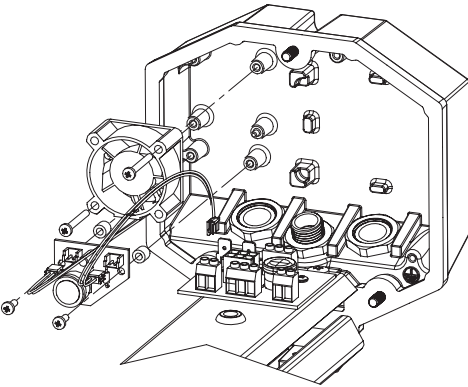

Fig. 9
- Der Lüfter wird an der vorgesehenen Aufnahmestelle auf der rückwärtigen Abdeckplatte des Gehäuses untergebracht (Fig. 9).
- Befestigt wird er mit den beiden im Lieferumfang enthaltenen Schrauben (Fig. 9).
- Montieren Sie den Schaltkreis des Lüfters mit den beiliegenden passenden Schrauben und Abstandstücken in die dafür vorgesehene Aufnahmestelle auf der hinteren Abdeckplatte des Gehäuses (Fig. 9).
2. Der Lüfter wird an der vorgesehenen Aufnahmestelle auf der rückwärtigen Abdeckplatte des Gehäuses untergebracht (Fig. 9).
3. Befestigt wird er mit den beiden im Lieferumfang enthaltenen Schrauben (Fig. 9).
4. Montieren Sie den Schaltkreis des Lüfters mit den beiliegenden passenden Schrauben und Abstandstücken in die dafür vorgesehene Aufnahmestelle auf der hinteren Abdeckplatte des Gehäuses (Fig. 9).